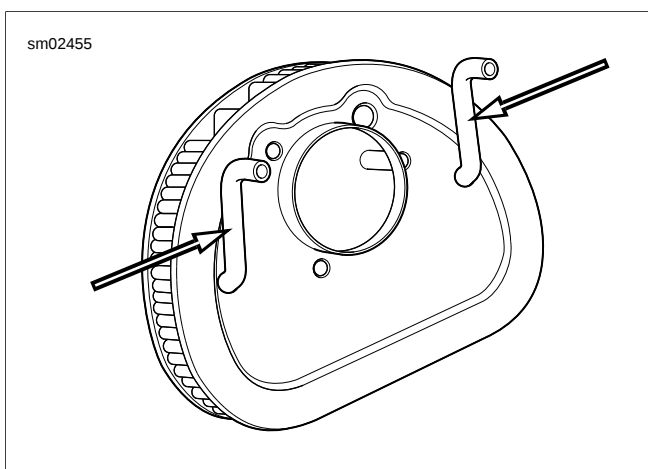

Figure 1-8. Tuyaux de reniflard sur l'arrière du filtre
2. **Filtre à air ovale** : Voir Figure 1-8. Introduire deux tuyaux de reniflard dans les trous à l'arrière de l'élément de filtre à air et remettre l'élément en place. Connecter les tuyaux de reniflard aux vis de reniflard sur la plaque arrière.